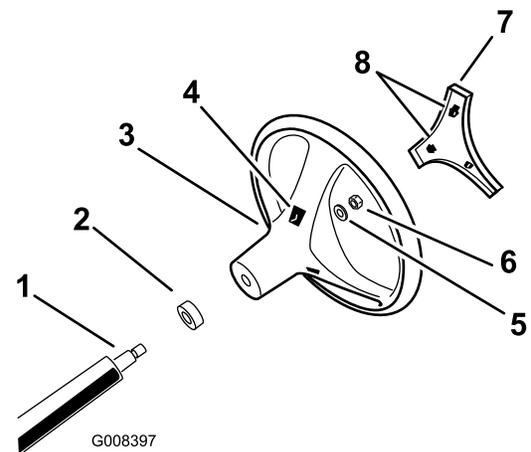

Figura 3
4. Fije el volante a la columna con la tuerca (Figura 3). Apriete la tuerca a 24-29 Nm..